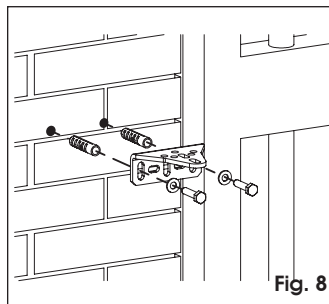

Fig. 8
1. Fixer la partie fixe de la patte postérieure dans la position déterminée précédemment, en utilisant des systèmes de fixation adéquats. Si les piliers sont en fer, on peut souder directement la patte sur le pilier, voir figures 8 et 9.